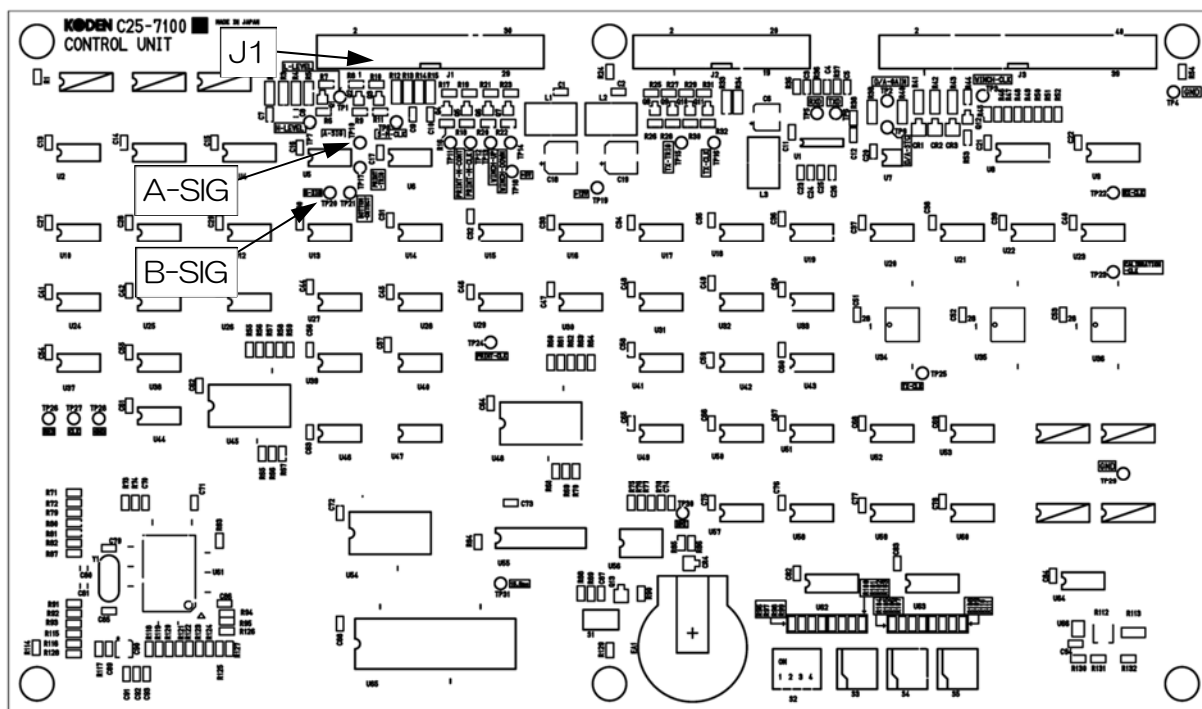

図 4.18 C25-7100 J1、A-SIG、B-SIG 端子配置説明図
1. オシロスコープで、C25-7100 A-SIG、B-SIG の信号を確認してください。GND は、C25-7100 の止めねじに接続してください。（図 4.18 参照）